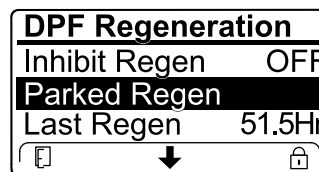

Figure 47
- Si le calculateur moteur demande une régénération d'urgence ou est en train d'en exécuter une, et que vous naviguez jusqu'à l'option PARKED REGEN (régén. en stationnement), la régénération en stationnement se bloque et l'icône de blocage (Figure 47) apparaît en bas à droite de l'InfoCenter.